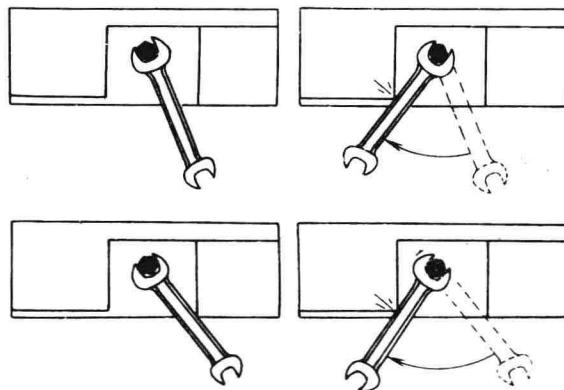

图 1-4 开口扳手的使用
- ① 应使扳手开口尺寸与螺栓头或螺母的大小相适应。
② 如图 1-4 所示，在狭窄空间作业时，须防止撞击扳手本体或卡手。